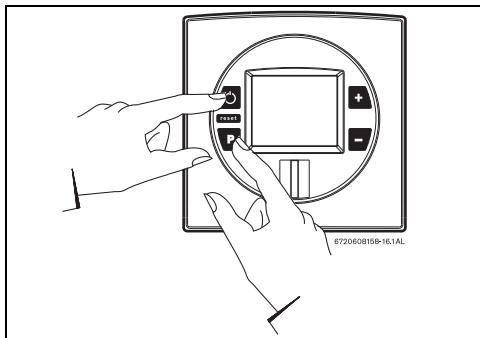

Рис. 41 Режим настройки подачи газа
- Нажмите и удерживайте кнопку программирования и нажмите кнопку «Вкл./выкл.» для включения прибора (Рис. 41.).